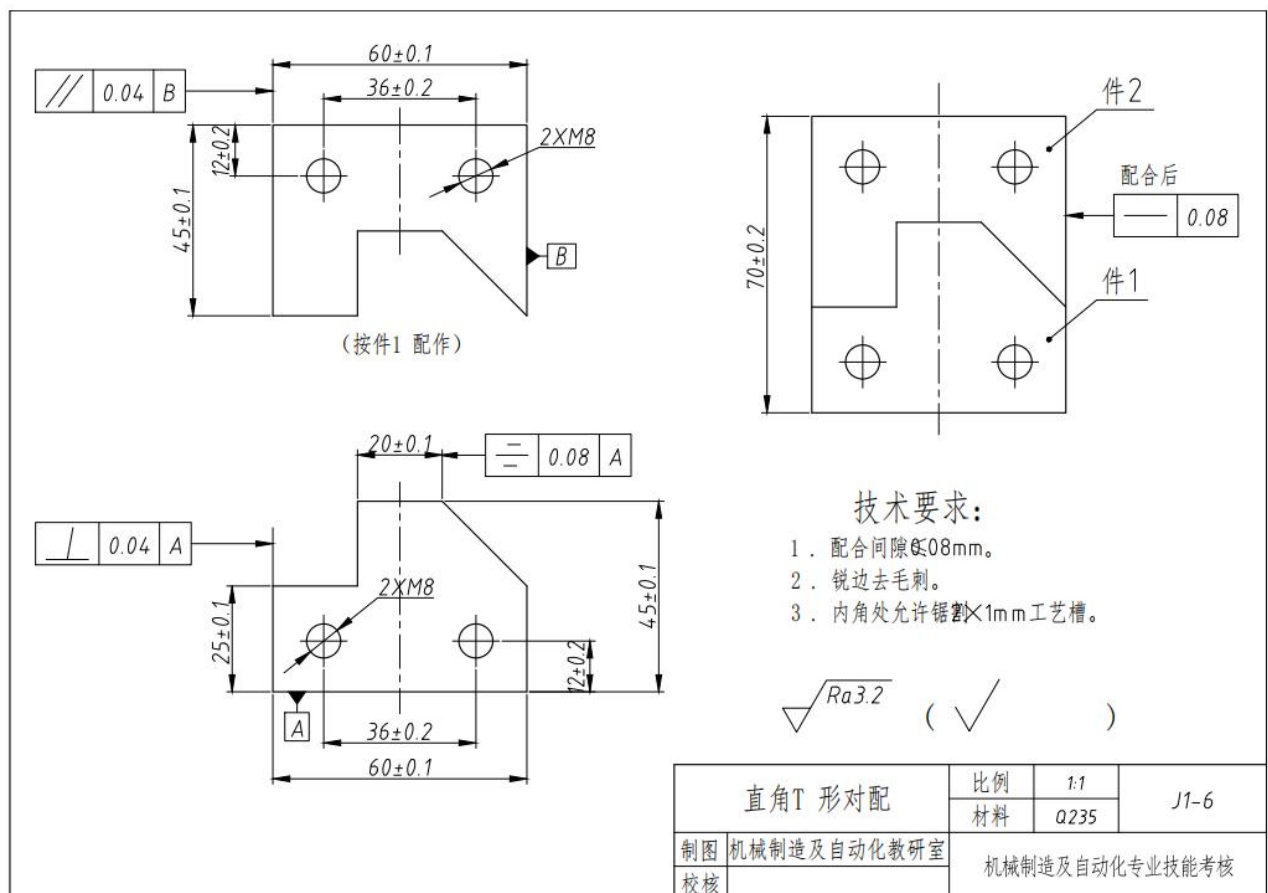

图 1-1-6 直角 T 形对配
- (1) 能读懂零件图及工艺装配图，进行零件加工工艺分析；
- (2) 正确选择与使用常用工具和设备进行划线、锉、锯、孔加工、螺纹加工和锉配加工等；
- (3) 根据零件图 1-1-6 的要求完成凸、凹零件的加工与配锉加工。去毛刺，倒棱角 C0.3，配合面不允许倒角，不准使用专用工、夹具加工和抛光；
- (4) 使用常用量具对加工零件进行检验；
- (5) 严格执行工作程序、工作规范和安全操作规程；
- (6) 毛坯尺寸：62×47×6(单位 mm)，材料：Q235 钢板。毛坯及工、夹、量具由考点准备；
- (7) 技能测试结束，技术人员在零件底面打编号并提交零件。